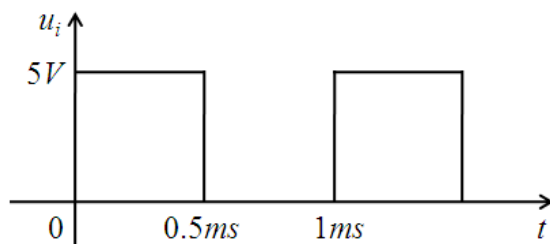

图 3.2
- 2) 零状态响应的输入信号如图 3.2 所示，幅度为 $5V$ ，周期为 $1ms$ ，脉宽为 $0.5ms$ 。